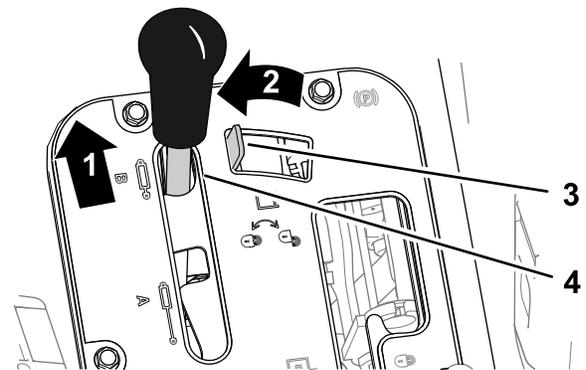
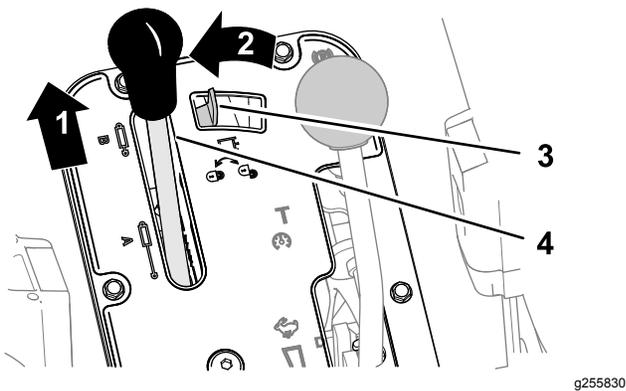

Bild 90
Bild 91
1. Drücken Sie den Hydraulikhubhebel nach vorne (Bild 90 oder Bild 91).
- Schieben Sie die Hydraulikhubsperrung nach links, um die Sperrung zu aktivieren (Bild 90 oder Bild 91).